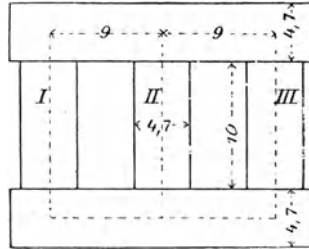

Abb. 168.
296. Ein Drehstromtransformator (Abb. 168) wird primär an eine Klemmenspannung von 40 [60] (120)V und 60 [50] (50) Perioden angeschlossen. Die sekundäre Spannung soll 65 [220] (380) V betragen. Die Wicklungen sind primär und sekundär in Sternschaltung verbunden. Der Querschnitt eines Kerns beträgt 20 cm^2 . Gesucht wird: